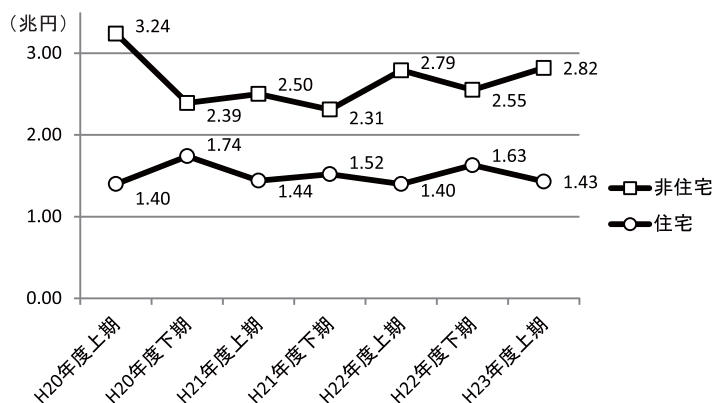

図1 平成20年度上期以降の受注高の推移
23年度上期の受注高は4兆2,470億円(前年同期比2.4%増)で、うち住宅分が1兆4,298億円(全体の34%、同2.4%増)、非住宅建築物2兆8,172億円(66%、同0.9%増)となっています。これまでの推移を見ると、①住宅の受注高より非住宅のほうが大きいこと(年度で見ると住宅は非住宅の半分程度)、②住宅の受注高は上期より下期が、非住宅は逆に下期より上期が多いこと、③非住宅の受注高は年度による変動が大きいのに比べ住宅は安定していること、④住宅の受注高は21年度下期～22年度上期に一旦低調になりましたがその後回復基調にあることなどがうかがえます(図1)。